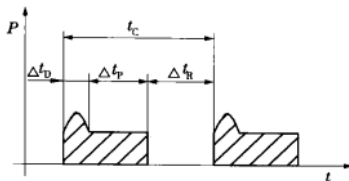

图2 S4 工作制
3) S4 工作制——包括起动的断续周期工作制。按一系列相同的工作周期运行,每一周期包括一段对温升有显著影响的起动时间,一段恒定负载运行时间和一段停机和断能时间(见图2)。